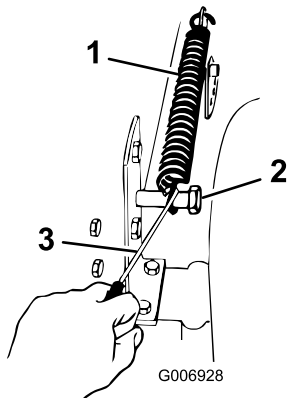

Figure 36
5. Enlevez le ressort compensateur de hauteur de coupe du boulon de fixation (Figure 36). Ce ressort se trouve entre le châssis et la roue arrière droite.
13. Placez le levier de hauteur de coupe à la position "D". Accrochez le ressort de compensation au boulon de fixation pour ne pas le perdre (Figure 36).